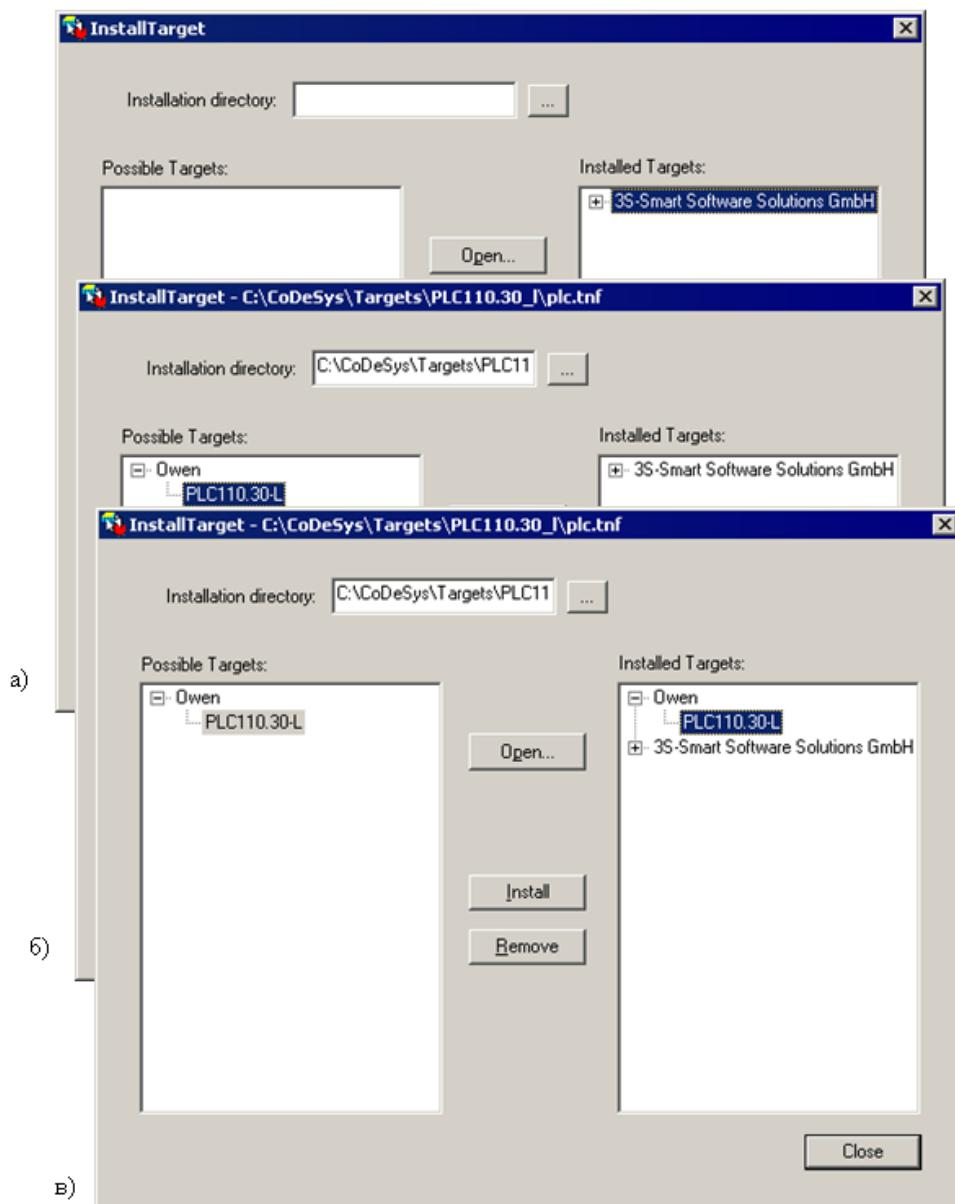

Рисунок 3.1 – Окно «InstallTarget» утилиты InstallTarget
- 2) В открывшемся окне утилиты «InstallTarget» окне (рисунок 3.1, а) – нажать кнопку «Open (Открыть)».
В поле «Installed Targets» отобразится перечень ранее установленных файлов (см. рисунок 3.1, б).
4) После того, как требуемый Target-файл выделен, следует нажать кнопку «Install». Target-файл будет инсталлирован на используемый ПК. В поле «Installed Targets» он отобразится в перечне установленных файлов (см. рисунок 3.1, в).